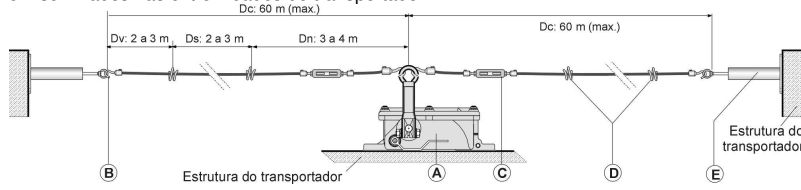
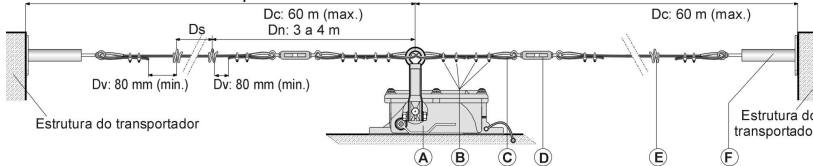

Fig. 2 - Instalação com componentes de montagem rápida
Fig. 3 - Instalação com componentes convencionais e tracionadores
5.1 Montagem rápida FL-518RT Ex (Fig.2):
- Dv:** distância do olhal do tracionador (E) até o primeiro suporte de cabo;
- Ds:** distância entre suportes de cabo (D) ;
- Dn:** distância entre o olhal da chave (A) e o primeiro suporte de cabo
5.2 Montagem convencional com tracionador FL-518RT Ex/XA (Fig.3):
- 5.3.1 Fixar os tracionadores nas extremidades do transportador, suportes de cabos e a chave de emergência conforme fig.2 ou fig.3. A chave de emergência **FL-518RT Ex** deve ser montada no ponto médio da distância a ser coberta pelo cabo de aço.